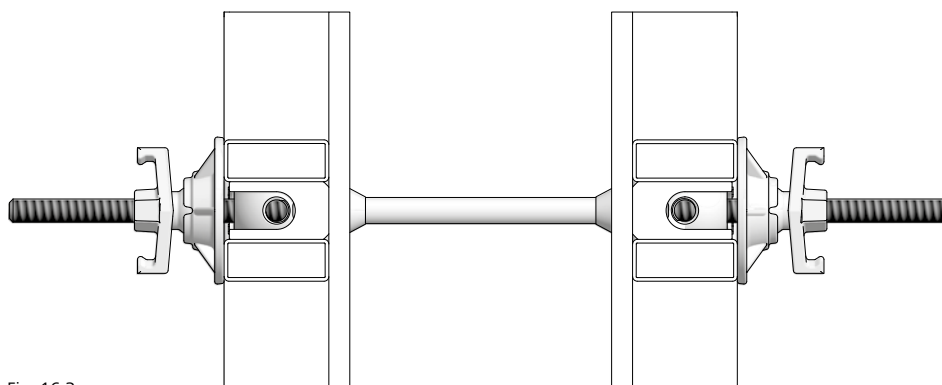

Fig. 16.3
- Ancrage bilatéral avec tige filetée DW et entretoise (Fig. 16.3)